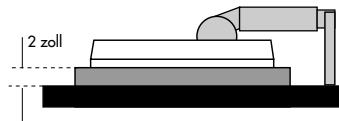

Abbildung S.1
3. Legen Sie den Monitor mit der Vorderseite nach unten auf eine nicht scheuernde Oberfläche. (Legen Sie den Bildschirm auf eine um ca. 2 Zoll erhöhte Unterlage, damit der Fuß parallel zur Oberfläche steht.) (Abbildung S.1)